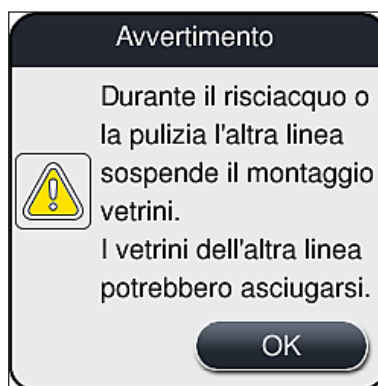

Fig. 95
2. Quindi premere il pulsante **Risc./Pulizia** della relativa linea montavetrini sinistra (→ Fig. 94-2) o destra (→ Fig. 94-3) e confermare il messaggio di avviso selezionando **OK** (→ Fig. 95).
4. Prendere nota dei successivi messaggi informativi (→ Fig. 95), (→ Fig. 96) e (→ Fig. 100) e confermarli ciascuno con **OK**.